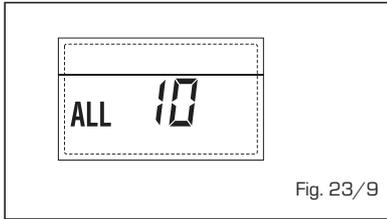

Fig. 23/9
- INTERVENCIÓN SONDA HUMOS "ALL 13" (fig. 23/10)